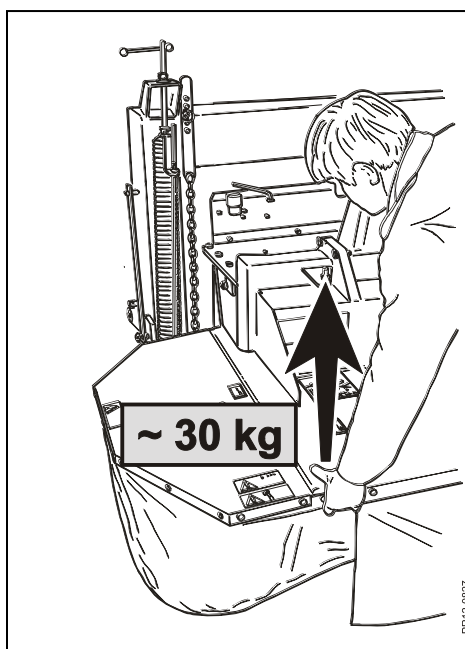

Fig. 3-8
- Fig. 3-8** Det rekommenderas att fjädrarna är spända så mycket, att den kraft som